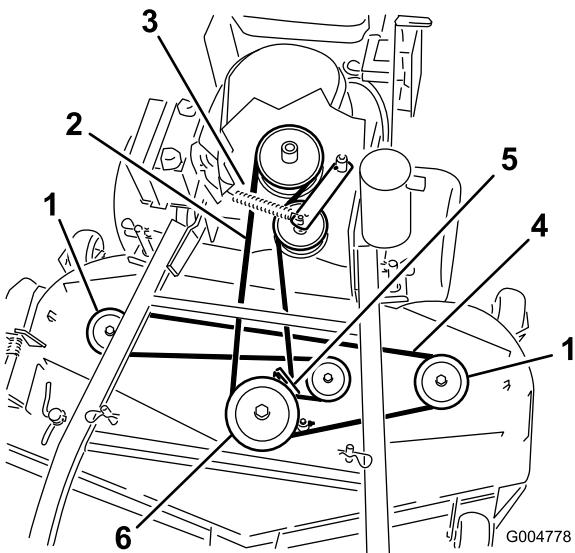
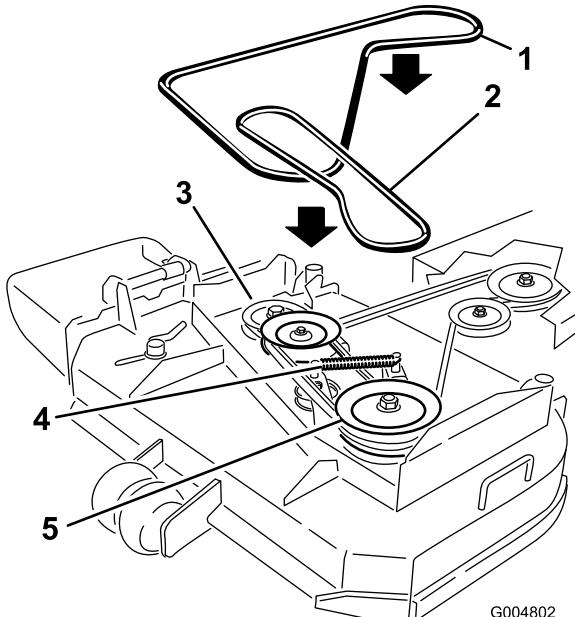

Figure 49
Figure 50
- Décrochez le ressort du bras de la poulie de tension pour réduire la tension sur le bras et la poulie de tension, puis enlevez la courroie usagée (Figure 49 ou Figure 50).
- Placez une courroie neuve autour des deux poulies d'axe extérieures, de la poulie de tension et dans la gorge inférieure de la poulie d'axe double (Figure 49 ou Figure 50).
- Raccrochez le ressort du bras de tension (Figure 49 ou Figure 50).
- Réglez l'écartement entre le guide et la courroie à 3 mm (1/8") (Figure 49 ou Figure 50).